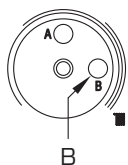

Рис. 2
- 1) Поворачивайте по часовой стрелке триммер регулировки мощности отопления (В - Рис. 2); вентилятор должен быть на максимуме оборотов.
- 3) Поворачивайте до конца в направлении против часовой стрелки триммер регулировки мощности отопления (В - Рис. 2); вентилятор должен быть на минимуме оборотов.